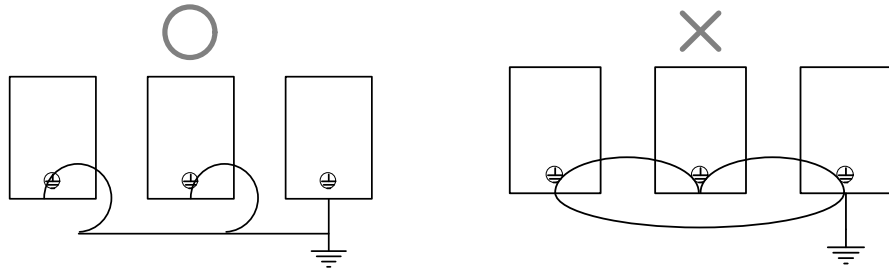

图 4-11 多个逆变驱动单元接地方法
4.3.4.2 接地端子 (PE)
- 多个逆变驱动单元接地方法见图4-11。